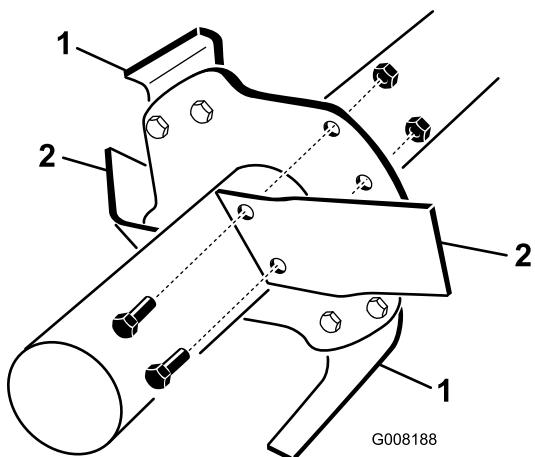

Figura 13
5. Retire las azadas viejas, una por una, e instale las azadas nuevas (Figura 13).